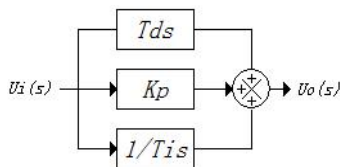
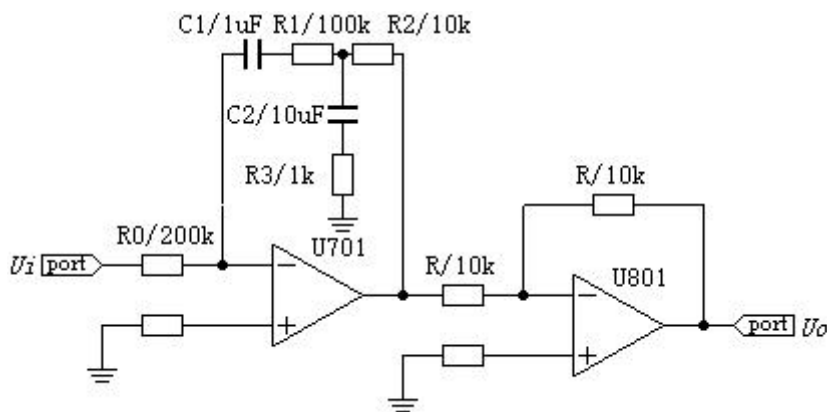

图 1-17
图 1-18
方块图和模拟电路分别如图 1-17、图 1-18 所示。其模拟电路是近似的（即实际 PID 环节），取 $R_1 \gg R_2 \gg R_3$ ，将近似上述理想 PID 环节有
- 1、利用 7#模块和 8A#（或 8B#）模块搭建图 1-18 所需的电路。其中， U_i 输入阶跃信号， U_o 为输出信号。输入信号（ U_i ）连接实验电路板的下方【模拟信号输入】区域的 AI 1 接线柱，输出信号（ U_o ）连接实验电路板的下方【模拟信号输入】区域的 AI 2 接线柱。